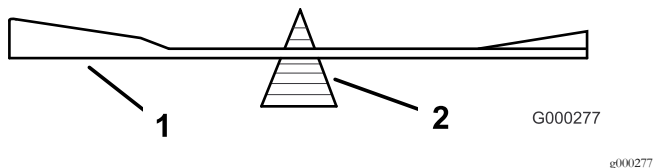
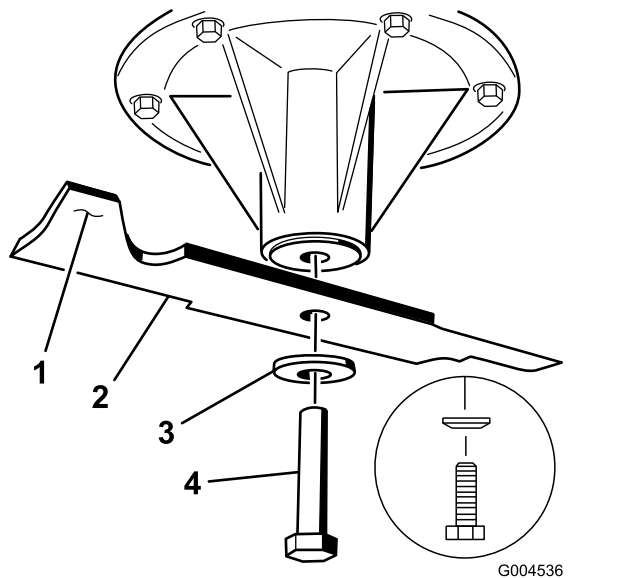

Figure 89
Figure 90
- Retirez le boulon, la rondelle élastique et la lame de l'axe (Figure 90).
2. Vérifiez l'équilibre de la lame en la plaçant sur un équilibreur (Figure 89). Si la lame reste horizontale, elle est équilibrée et peut être utilisée. Si la lame est déséquilibrée, limez un peu l'extrémité de la partie relevée seulement (Figure 90). Répétez cette procédure jusqu'à ce que la lame soit équilibrée.
1. Placez la lame sur l'axe (Figure 90).
2. Montez la rondelle bombée et le boulon de lame. Le cône de la rondelle bombée doit être dirigé vers la tête du boulon (Figure 90). Serrez le boulon à 115–150 N·m (85–110 pi-lb).